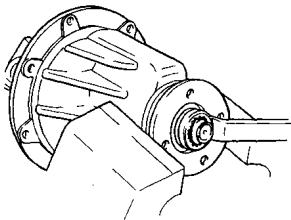

图 13-14
(8) 将主减速器总成固定在卡具上,使其万向节凸缘不能转动,用专用扳手拧松主动齿轮锁紧螺母。如遇该螺母采用冲铆防松时,可用工具将其清除,再从主动齿轮端部拆下螺母以及垫圈和万向节凸缘等(图13-14)。